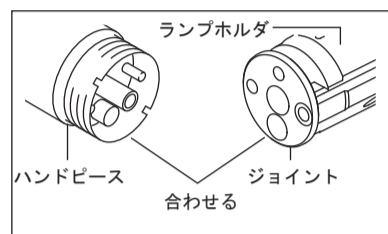

図14
- 5) ハンドピースのパイプ類とジョイントの穴を合わせて挿し込みます。(図14)